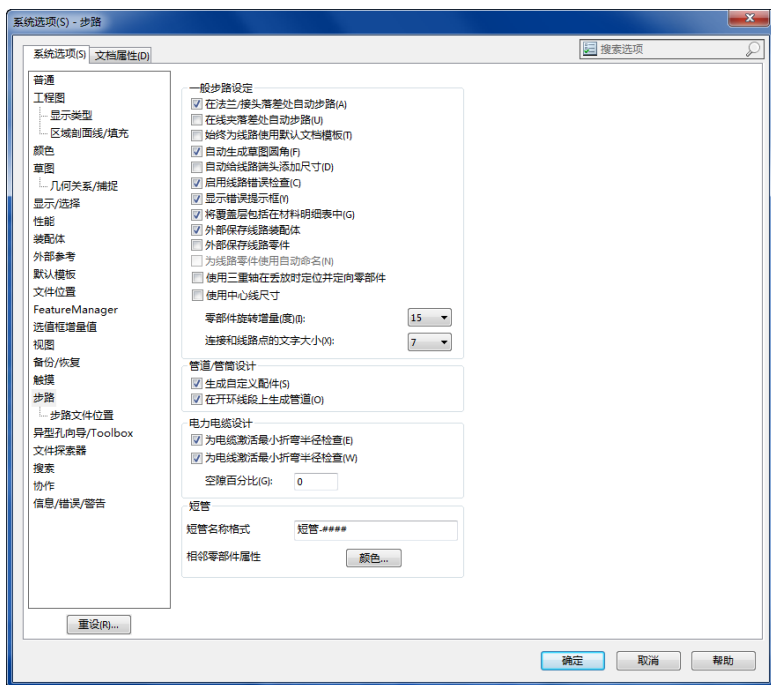

图 18-4 “系统选项-步路”对话框
③ 单击菜单栏中的“工具”→“选项”命令，打开“系统选项-普通”对话框。然后单击对话框左端的“步路”，对话框将显示为图 18-4 所示的“系统选项-步路”对话框。
④ 在“系统选项-步路”对话框中取消选取“在线夹落差处自动步路”。这样在插入线夹时不会自动生成通过线夹的样条曲线。
⑤ 单击“确定”按钮，完成系统选项的设置。